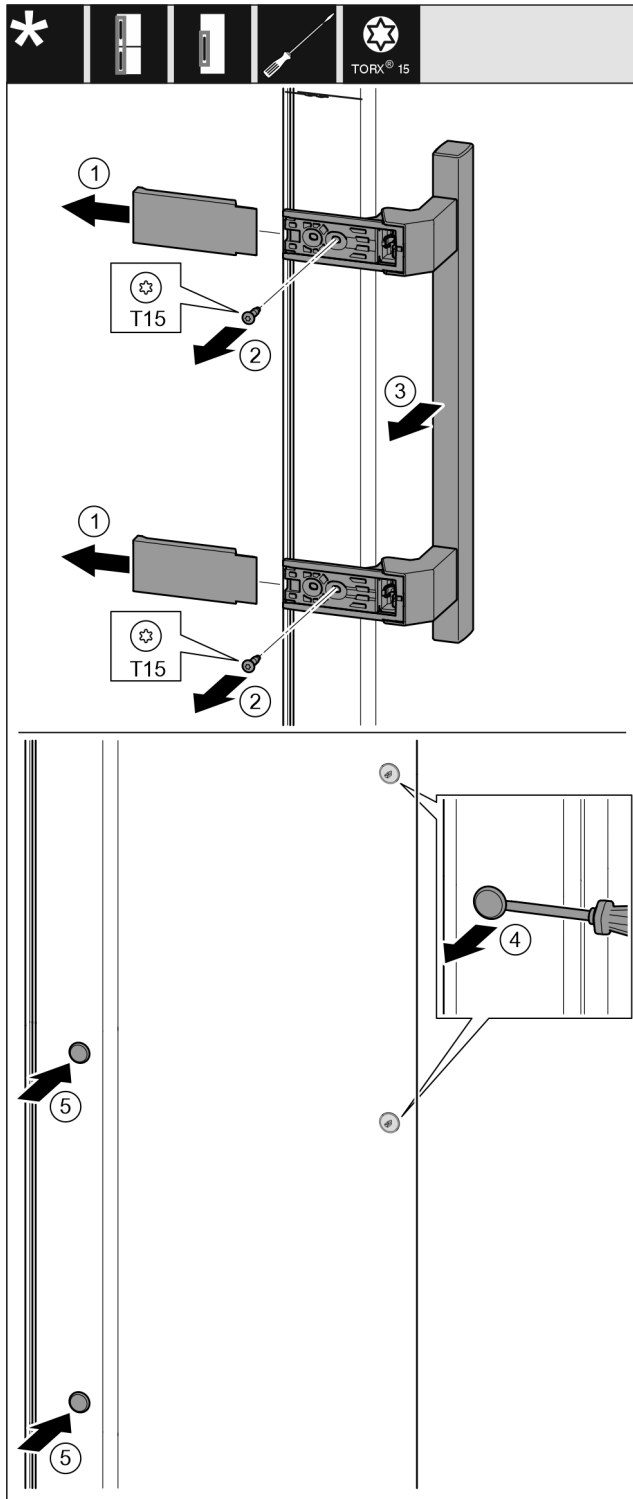

Fig. 20
- ▶ Зніміть кришку. Fig. 20 (1)
- ▶ Викрутіть гвинти за допомогою викрутки T15. Fig. 20 (2)
- ▶ Зніміть ручку. Fig. 20 (3)
- ▶ За допомогою шліцевої викрутки обережно підійміть бокову пробку та витягніть її. Fig. 20 (4)
- ▶ Знову вставте пробку з іншого боку. Fig. 20 (5)